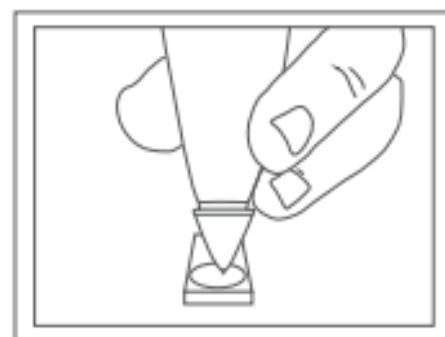

Fig. 6
6. Pour commencer l'étalonnage, appuyez délicatement la pointe de la sonde sur le disque d'étalonnage de façon perpendiculaire, tel qu'illustré dans la Fig. 6. Veillez à ce que la pointe de la sonde reste toujours appuyée pendant ce processus afin d'avoir une pression constante sur la pointe.